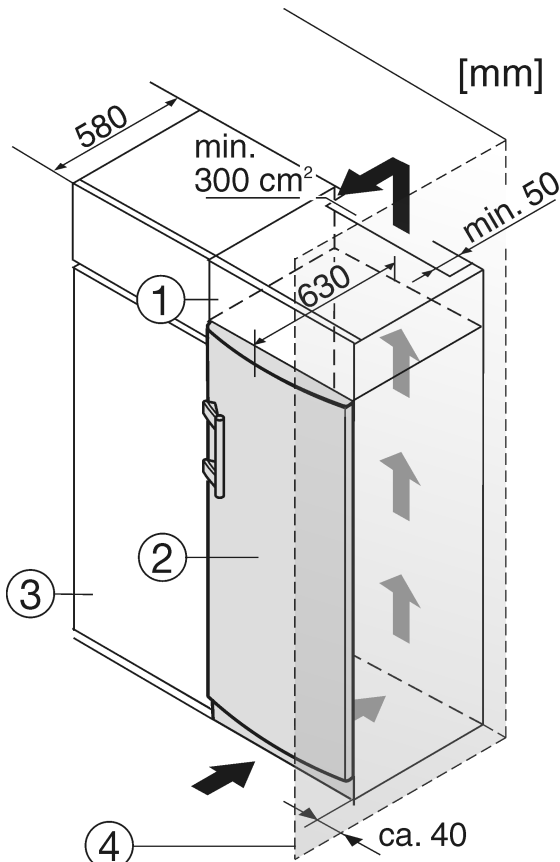

Fig. 8
- (1) Шафа для встановлення на пристрій
(2) Пристрій
(3) Кухонна шафа
(4) Стінка
При комбінації зі стандартною кухонною шафою (максимальна глибина 580 мм) пристрій можна встановлювати безпосередньо поряд із кухонною шафою Fig. 8 (3). Дверцята пристрою виступають збоку на 34 мм та посередині пристрою на 50 мм відносно передньої панелі кухонної шафи. Через цю комбінацію можна відкривати та закривати без проблем.
Якщо пристрій встановлюється поряд зі стінкою Fig. 8 (4), відстань між пристроєм та стінкою повинна бути не менше 40 мм. Це відповідає необхідній відстані для ручки після відкривання дверцят.